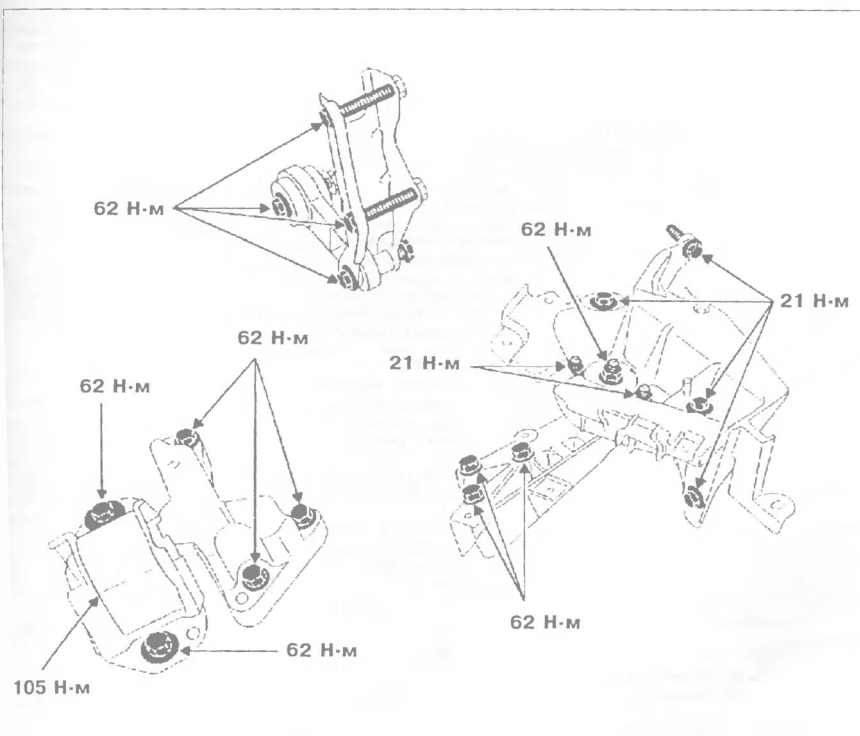

Рис. 2.8
3. Затяните болты и гайки крепления кронштейнов маятниковой подвески с рекомендованным моментом (рис. 2.8).